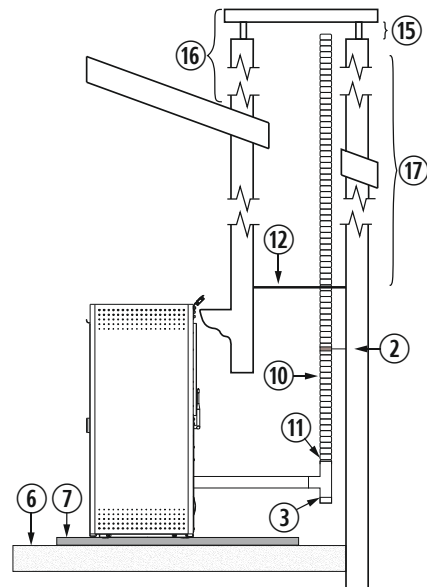

Figura 11
4.28. La instalación de un encastrable en una chimenea de obra se puede realizar en toda su totalidad en tubo flexible, tal y como indica la *figura 11*. Debemos tener especial cuidado a la hora de realizar el aislamiento entre la chimenea y el tubo de la salida de gases para evitar posibles retrocesos de gases en caso de tormenta.
②	Abrazadera de sujeción de acero inoxidable.
③	Te de 90° con registro.
⑥	Suelo de madera.
⑦	Protector del suelo no combustible.
⑩	Tubo flexible de acero inoxidable.
⑪	Manguito unión rígido a flexible.
⑫	Aislante anti retroceso.
⑮	Mínimo 200mm.
⑯	Debe sobrepasar 1 metro el tejado.
⑰	Mayor a 8m aumentaremos una medida.